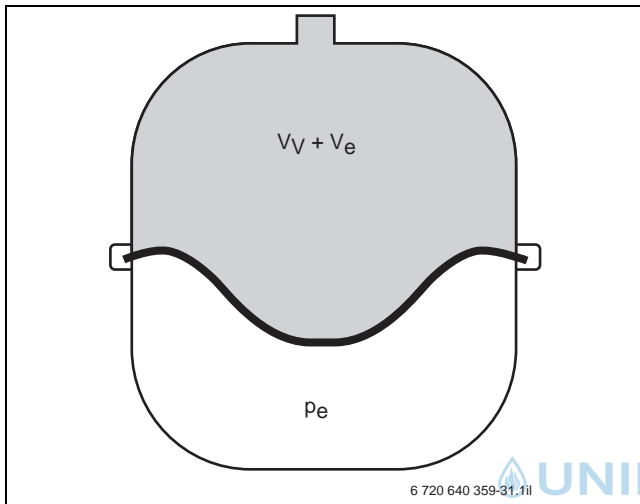

Bild 142 Enddruck eines Ausdehnungsgefäßes
**Legende zu Formel 13 und Bild 142:**